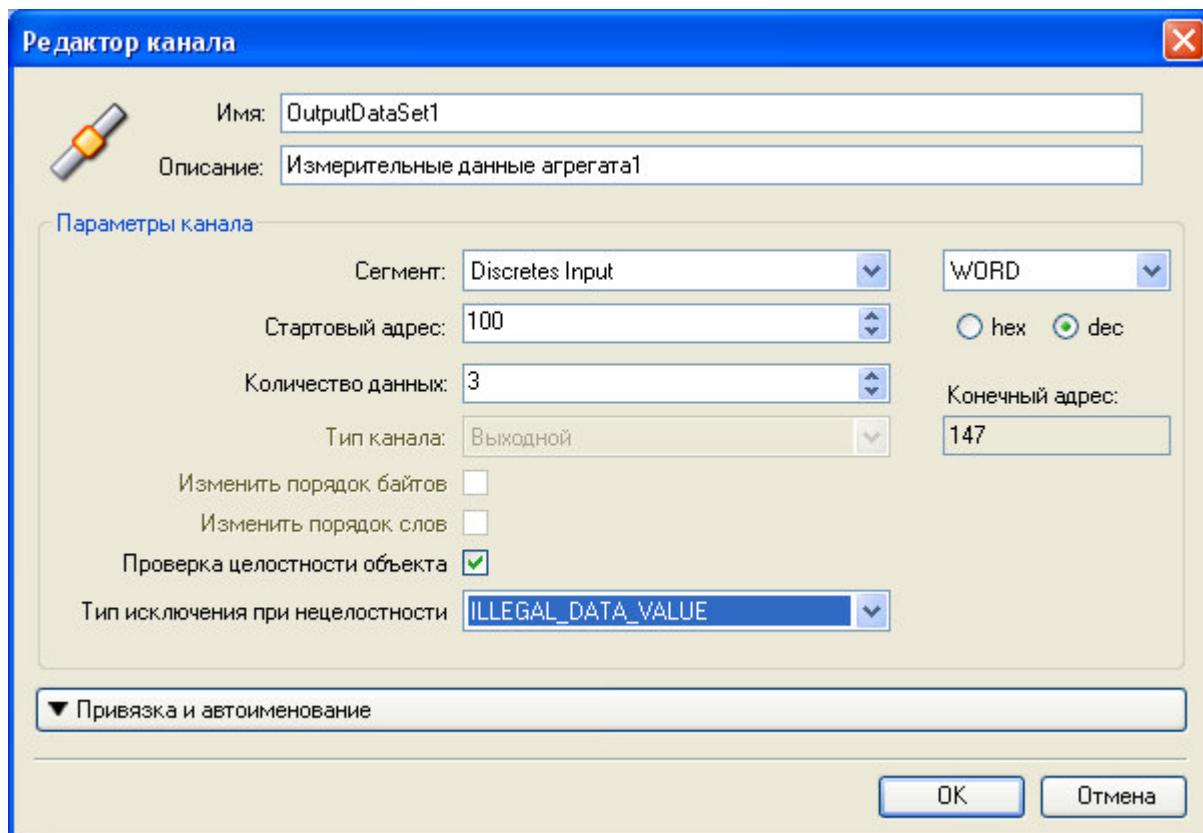

Рисунок 3.25 – Модуль Slave. Создание канала
- 4 В окне "Редактор канала" (рисунок 3.25) в поле **Имя**: задать имя канала, в поле **Описание**: текстовое описание канала.